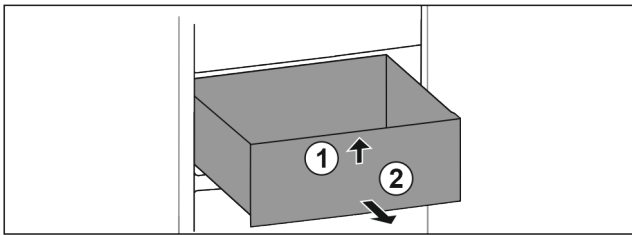

Fig. 15
- ▶ Lade aan de voorkant optillen. Fig. 15 (1)
- ▶ Lade naar voren toe verwijderen. Fig. 15 (2)